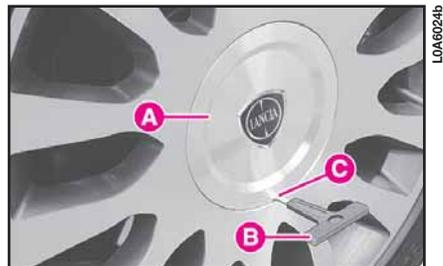

fig. 9
10) Sulle versioni con cerchi in lega rimuovere la coppa coprimozzo A (fig. 9) montata a pressione, tirandola con l'apposito attrezzo B inserito nella sede C. Sulle versioni con cerchi in acciaio rimuovere la coppa ruota A (fig. 10) montata a pressione.